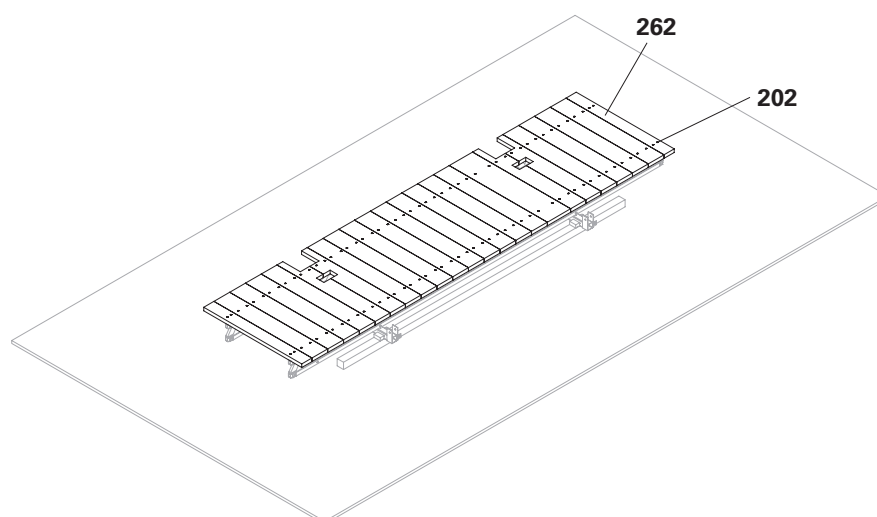

Fig. B6.07
6. Posizionare l'impalcato (**262**) sulla trave per cassaforma GT 24 (**21**), allinearla e avvitare saldamente con 2 viti Torx 6 x 80 (**202**) per trave per cassaforma. (Fig. B6.07).